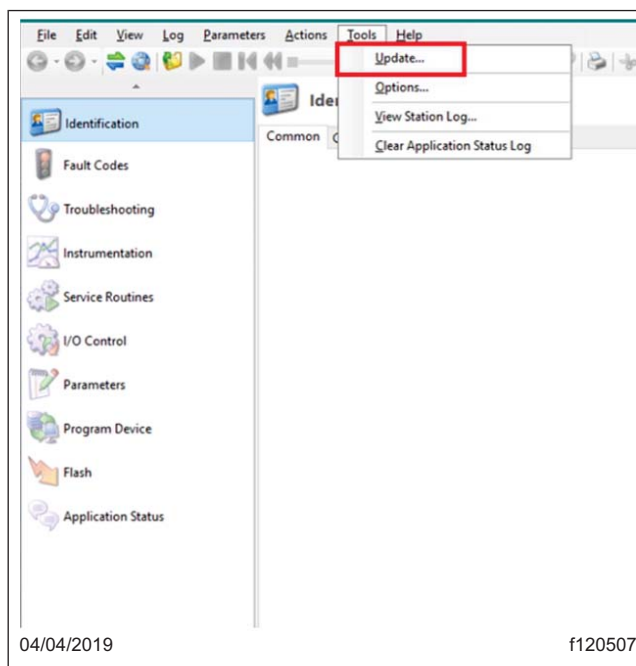

Fig. 1, Mise à jour de DiagnosticLink avec la dernière version
3. Connectez le véhicule à DiagnosticLink. Assurez-vous que DiagnosticLink est mis à jour à la dernière version, 8.10. Pour mettre à jour DiagnosticLink, sélectionnez « Update » (Mise à jour) dans le menu déroulant sous « Tools » (Outils). Reportez-vous à la figure 1.